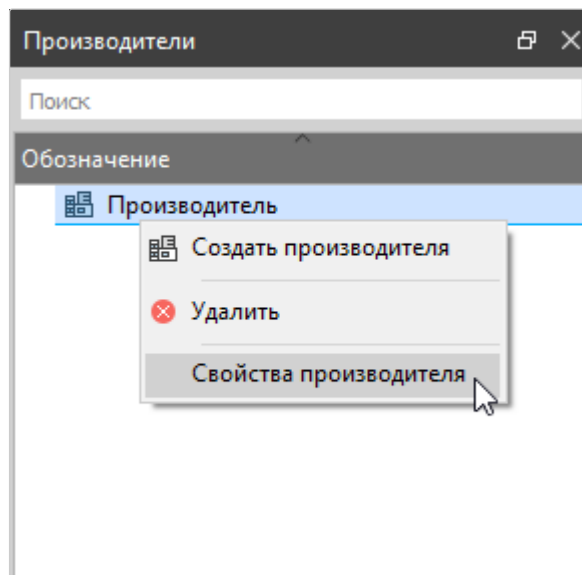

Рисунок 120. Переход к редактированию свойств производителя
- 1) В окне «Производители» (см. Окно «Производители») щелкнуть правой кнопкой мыши по строке с наименованием производителя и в открывшемся контекстном меню выбрать пункт «Свойства производителя» (см. рисунок 120).